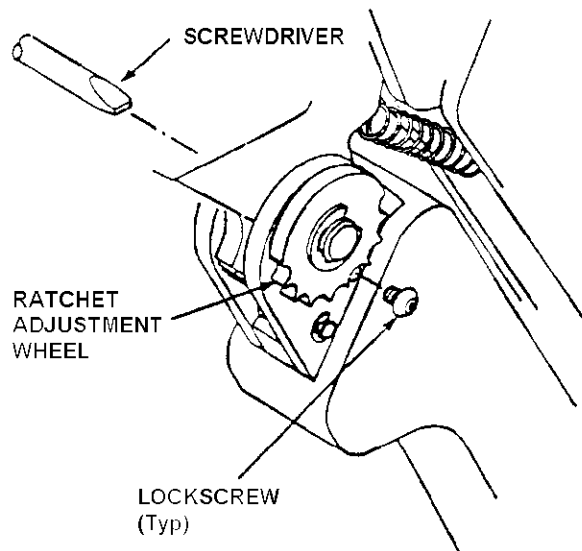

Figure 4
7. CRIMP HEIGHT ADJUSTMENT (Figure 4)